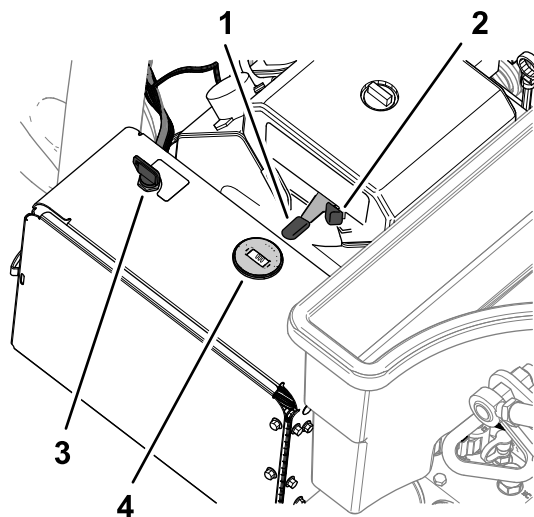

Рисунок 78
2. Переместите рычаг дроссельной заслонки (Рисунок 78) в положение **Медленно**.